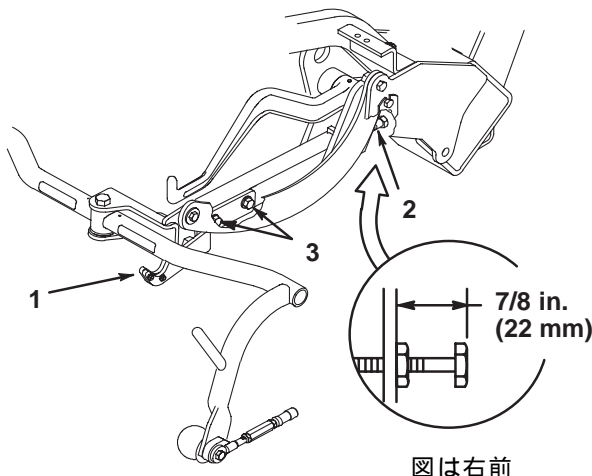

図 15
移動走行時の高さ（図15）を計測し、必要に応じて調整してください。
2. キャリア・フレーム調整ネジの上面からキャリア・フレーム背面までの距離（図15）を計測する（22mm）
6. 全部のキャリア・フレームの高さがそろっていない場合は、キャリア・フレーム調整ネジのジャムナット（図15）をゆるめ、調整ネジで調整する。ネジを締め込むと下がり、戻すと上がる。